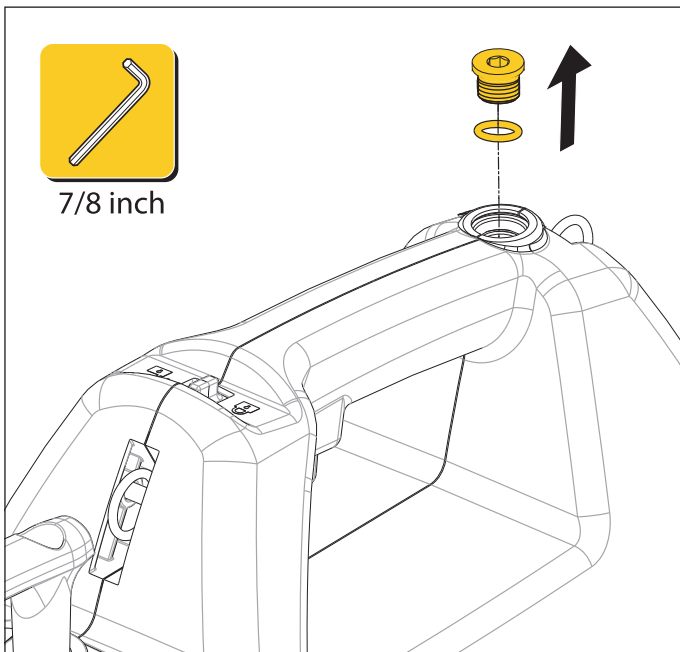

図11: 容器のオイル量のチェック
油圧構成部品を初めて接続する際には、構成部品内に空気が溜まります。滑らかに安全な動作を確保するために、ポンプを実際に使用する前に、前進の限界から完全な格納の位置まで数回シリンダーを動かしてください。この操作は、シリンダーに荷重をかけない状態で、ポンプをシリンダーより高い位置に行ってください。空気を抜くには、ポンプオイル充填プラグとOリングを取り外してから、この手順を開始してください(図11参照)。
5. 充填口からオイル充填プラグとOリングを取り外します。7/8"アレンレンチを使用します。Oリングがプラグと共に取り外されていることを確認してください。図11を参照してください。